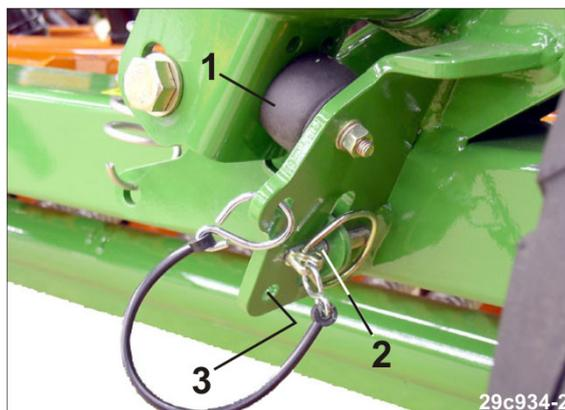

Рис. 168
- 3.1 Прижмите консоль маркеров к резиновому буферу (Рис. 168/1).
- 3.2 Извлеките шплинт с кольцом (Рис. 168/2) и закрепите в положении парковки в отверстии (Рис. 168/3).